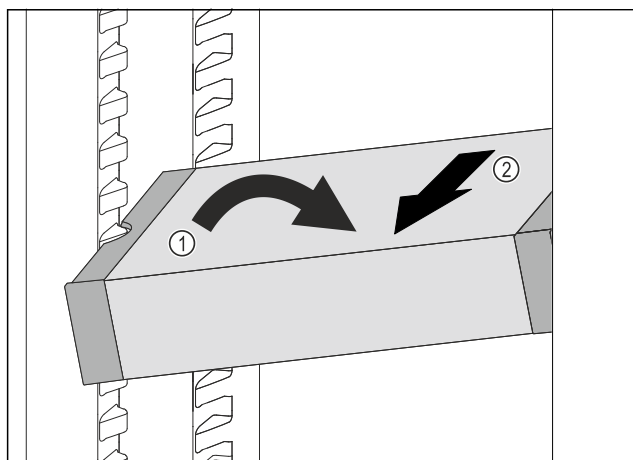

Fig. 149
- ▶ Расположите VarioSafe в холодильном отделении под наклоном. Fig. 149 (1)
- ▶ Извлеките VarioSafe движением вперед. Fig. 149 (2)